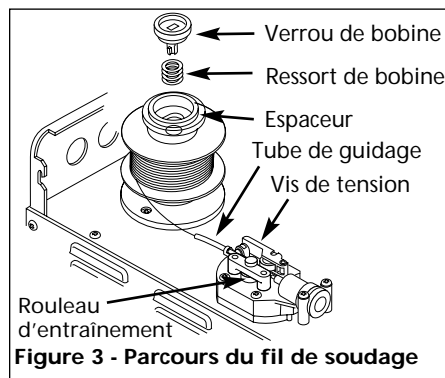

Figure 3 - Parcours du fil de soudage
***Voir Figure 3 pour le montage.**